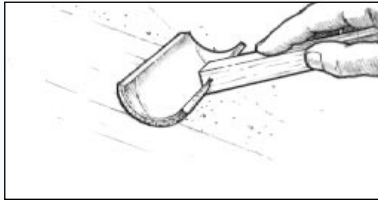

Figura 31 Peine el recubrimiento arrastrando una brocha de espuma ligeramente sobre el epoxi fresco.
8. “Peine” el recubrimiento arrastrando suavemente una brocha de espuma sobre el epoxi fresco en largas pasadas homogéneas y solapadas después de aplicar cada lote. Utilice suficiente presión para alisar la superficie, pero no demasiada para no eliminar el epoxi aplicado (*Figura 31*). Alterné el sentido de peinado de cada capa, la primera capa en sentido vertical, la segunda en sentido horizontal, la tercera en sentido vertical, etc. Un Recambio de Rodillo 800 de WEST SYSTEM puede cortarse en segmentos para formar una “brocha de peinado” excelente.